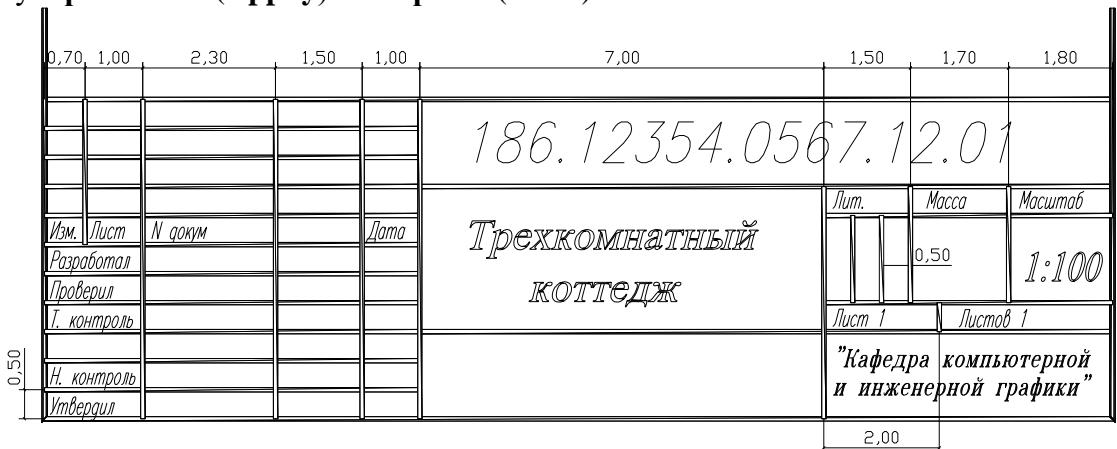

Рис. 43
3. Напечатайте текст в штампе: введите команду **dt**, щелкните на кнопке **Без привязки (Snap to None)**, а затем щелкните в пятой сверху графе самого левого столбца. Угол поворота выберите по умолчанию **0**, нажав **Enter**. Напечатайте *Изм.* И еще раз нажмите **Enter**. При необходимости переместите текст с помощью маркера. Скопируйте текст с помощью команды **Копировать объект (Copy)** или с помощью ручек в те места на штампе, где используется данный стиль шрифта. Измените текст с помощью команды **Ddedit**, выбрав в меню **Modify/Text**, и корректируя надпись согласно рисунка штампа. Для обозначения документа, названия, масштаба сделайте свой стиль (рис. 43).